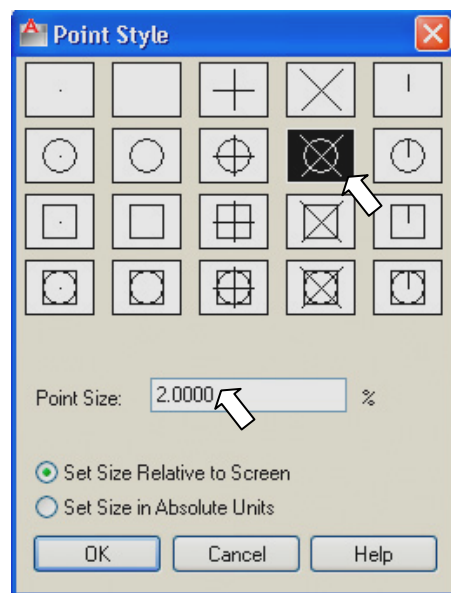

Рис. 3.26. Диалоговое окно **Point Style** для настройки стиля отображения точек
1. Откройте выпадающее меню **Format** (Формат) и выберите из него пункт **Point Style** (Отображение точек). Появится диалоговое окно **Point Style** (рис. 3.26).